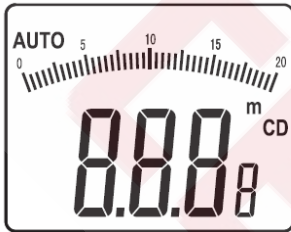

Рисунок 3-6-1
- Нажмите и в течение одной секунды удерживайте кнопку «Lux/Fc/CD», и прибор переключится в режим измерения силы света, в котором вам нужно задать расстояние до источника света (см. рисунок 3-6-1).